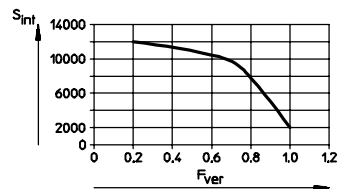

Bild 35
1. Beräkna styrningens belastning F_{ver} med hjälp av formeln för kombinerade belastningar (se Tekniska data) och tillämpa smörjintervall S_{int} på Bild 35.